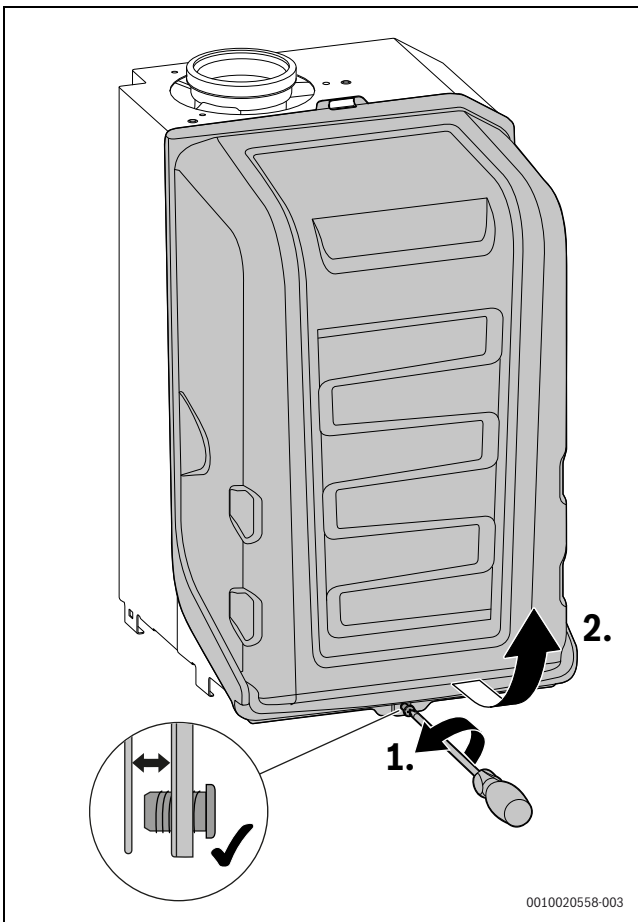

Bild 111 Brennerhaube abnehmen
- ▶ Brennerhaube abnehmen (→ Bild 111, Seite 63).